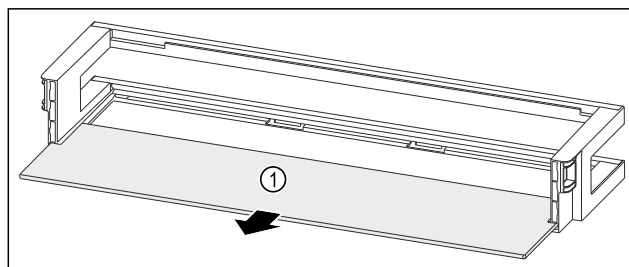

Fig. 118 Raft montat pe ușă cu raft
- ▶ Extrageți raftul Fig. 118 (1).